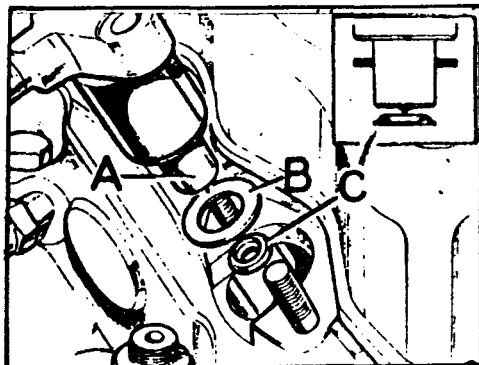

Fig. A1-15 Posición de las arandelas obturadoras de las toberas
- 1.6. Los inyectores desmontados se tratarán con precaución, para evitar que puedan romperse las puntas de las agujas que sobresalen por la cara frontal de las toberas, A (Fig. A1-15). Los inyectores deberán permanecer sumergidos - en gas-oil hasta el momento de su reparación o montaje.
- 1.7. Extraer las arandelas de cobre, B (Fig. A1-15), aunque éstas normalmente -- salen pegadas a los inyectores. También se extraerán las arandelas de acero, C, las cuales quedan muy agarradas al fondo del alojamiento de la tobera, - por lo que deberá de disponerse para sacarlas, de un alambre con la punta - en forma de ele (L) y un rascador para despegarlas.
- 2.1. Instalar nuevas arandelas de acero, C (Fig. A1-15) sobre el fondo de los alojamientos de las toberas, con el relieve ondulado hacia la parte superior, teniendo en cuenta que dichos alojamientos, deberán estar limpios - antes de montar las nuevas arandelas.
- 2.2. Instalar nuevas arandelas de cobre, B (Fig. A1-15) en los alojamientos de los inyectores y montar los cuatro inyectores unidos por la tubería de comunicación del sobrante.